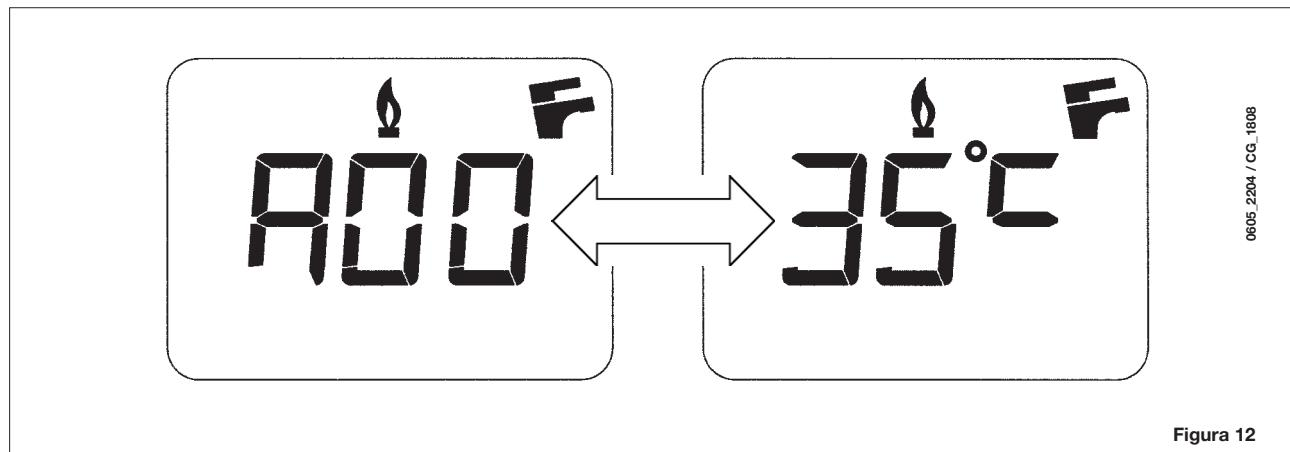

Figura 12
**NOTA:** quando la funzione “INFO” è attiva, sul display (figura 12) è visualizzata la scritta “A00” che si alterna nella visualizzazione, al valore di temperatura di mandata della caldaia: